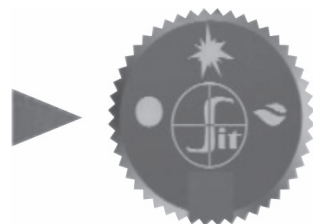

Рисунок 15
9. Поверните ручку управления в положение «Выключено» для прекращения работы изделия (Рисунок 15).